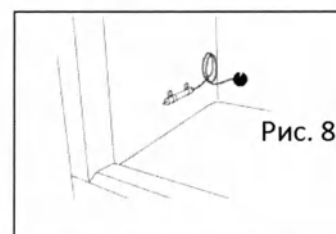

Рис. 8
5. Проложите датчик регистратора и капиллярную трубку, как показано в процедурах от 3 до 8, и закрепите датчик на стенке морозильного отделения (Рис. 8).